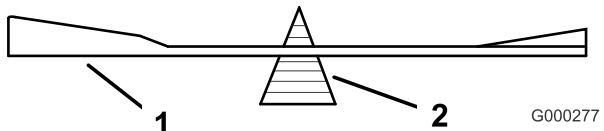

Figura 78
2. Controllate l'equilibrio della lama posizionandola su un bilanciatore (Figura 78). Se la lama rimane in posizione orizzontale, è bilanciata e può essere utilizzata. Se la lama non è bilanciata, limate del metallo soltanto dalla costa (Figura 79). Ripetete